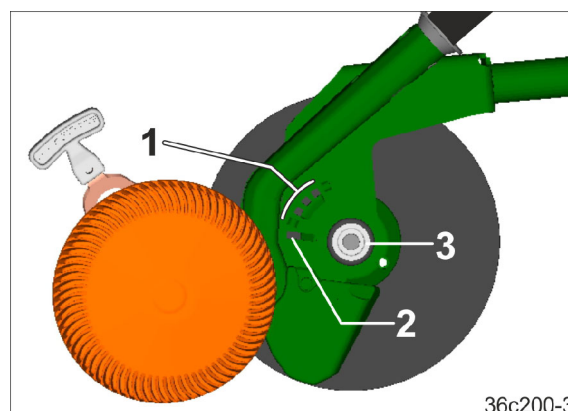

Bild 180
1. Haka fast spakens ansats via hålgruppen (Bild 180/1) och in i det avlånga hålet (Bild 180/2).
2. Flytta djupföringsskivan/djupföringsrullen i det avlånga hålet (Bild 180/2) tills djupföringsskivan/djupföringsrullen går fri från låset (Bild 180/3).
1. Sätt på djupföringsskivan/djupföringsrullen på låset (Bild 180/3). Då griper ansatsen fast i plogbillens avlånga hål (Bild 180/2).
2. För in djupföringsskivan/djupföringsrullen i det avlånga hålet (Bild 180/2) tills djupföringsskivan/djupföringsrullen hakar fast i låset. Ett lätt slag mitt på skivan underlättar låsningen.
3. Dra ut ansatsen ur hålet med hjälp av spaken och sätt in den i det nödvändiga hålet (Bild 180/1).